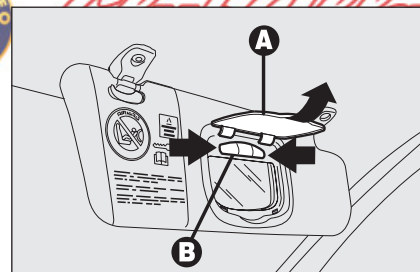

fig. 46
- ☐ aprire la copertura **A-fig. 46** dello specchietto;